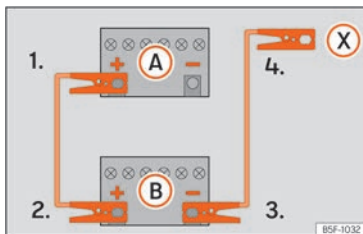

Abb. 195 Anschlussplan für Fahrzeuge ohne Start-Stopp-System.
2. Klemmen Sie ein Ende des roten Starthilfekabels an den Pluspol (+) des Fahrzeugs mit der entladenen Fahrzeugbatterie (A).
3. Klemmen Sie das andere Ende des roten Starthilfekabels an den Pluspol (+) des stromgebenden Fahrzeugs (B).
4. Fahrzeuge ohne Start-Stopp-System: Klemmen Sie ein Ende des schwarzen Starthilfekabels an den Minuspol (-) des stromgebenden Fahrzeugs (B) »» (Abb. 195).